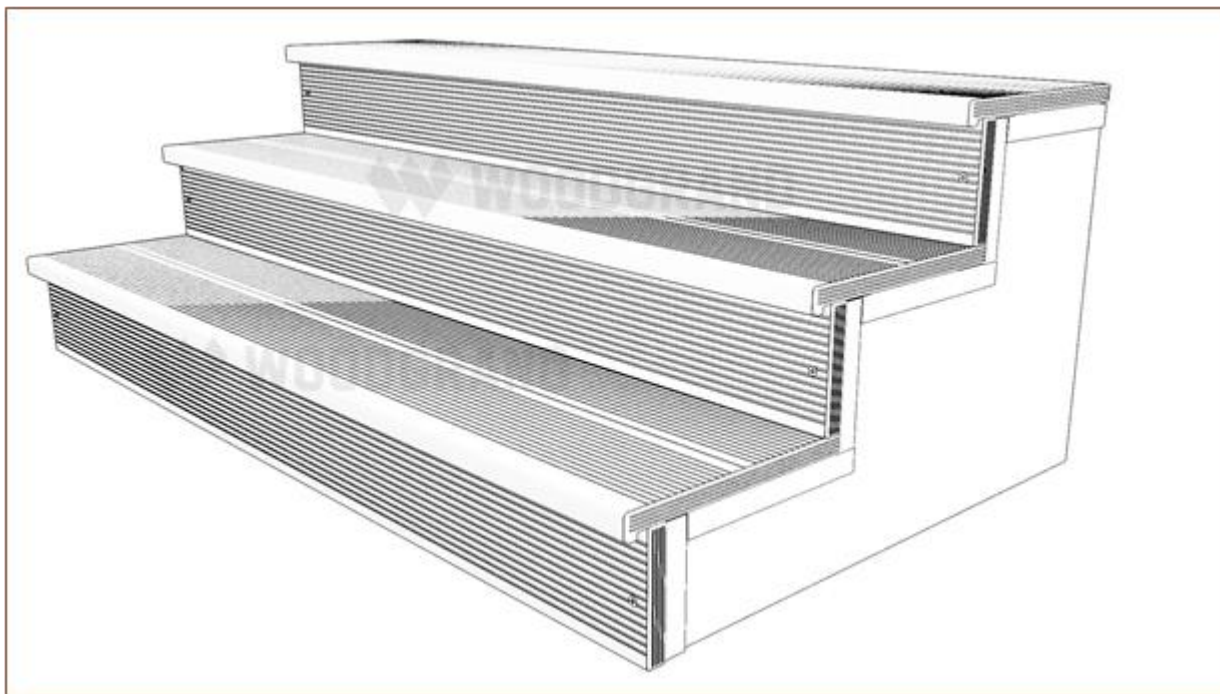

Рис. 7
- вариант с установленными торцевыми заглушками (Рис. 7).